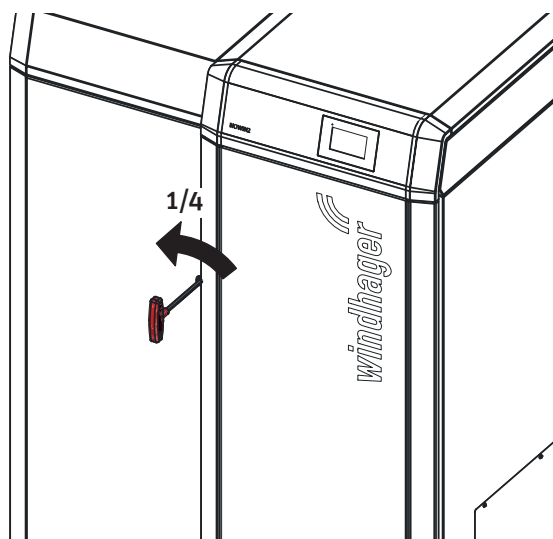
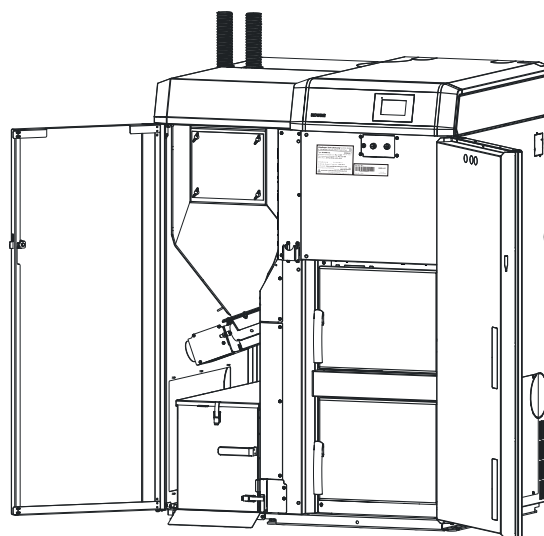

Fig. 4 Ouverture de la porte du revêtement à l'aide d'une clé à six pans creux
Fig. 5 Porte de revêtement ouverte
► Enfiler la clé à six pans creux, tourner 1/4 de tour vers la gauche et ouvrir la porte de revêtement – Fig. 4, Fig. 5.